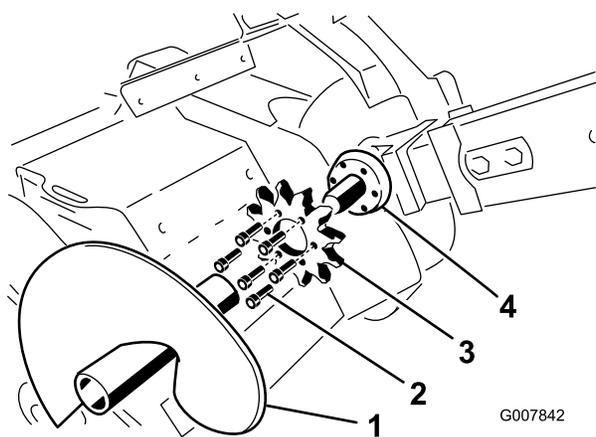

Figura 62
3. Togliete le lame della coclea (Figura 62).
8. Rimuovere i sei bulloni che fissano la ruota conduttrice (Figura 62).
9. Togliere la ruota conduttrice e gettarla (Figura 62).
10. Pulire la superficie della ruota conduttrice sullo scavafosso (Figura 62).
11. Inserire la nuova ruota sull'albero (Figura 62).
12. Stringete a mano i sei bulloni nella ruota (Figura 62).